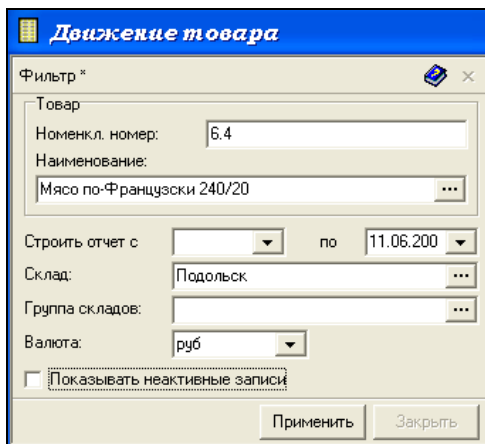

Рис. 204
6. на экране откроется фильтр отчета «Движение товар». Заполните его как показано на Рис. 204.